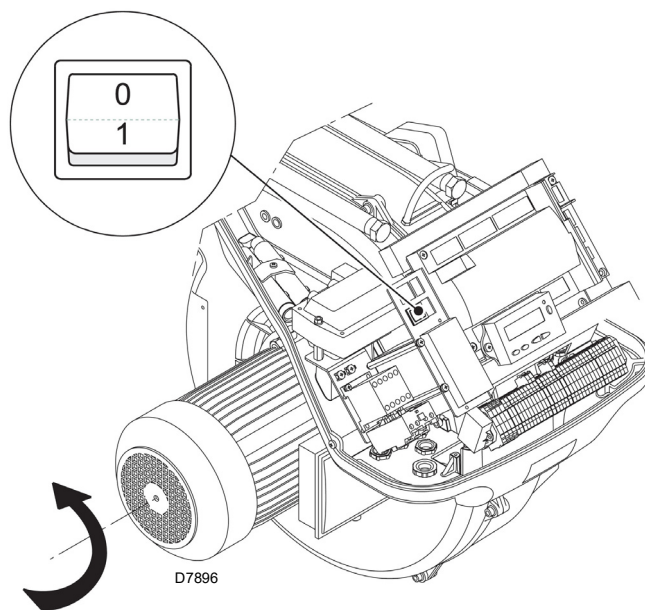

图 27
闭合温控器 / 压力开关，旋转开关 图 27 至位置“1”。
燃烧器刚启动时，应到风机马达的冷却风扇前方检查确认其旋转方向为逆时针，见 图 27。
- 将 图 27 中的开关置于位置“0”，等待控制器运行“停机”程序；
燃烧器处于热需求等待模式，或选择器“0-1”（第 32 页图 27）在位置“0”。
使用选择器“0-1”（第 32 页图 27）燃烧器不会立即停机，但停机阶段已被激活。